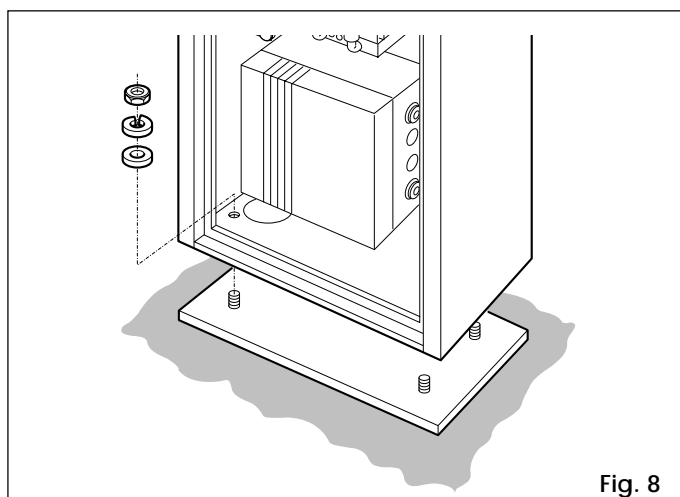

Fig. 8
- 1) Fissare il montante sulla piastra di fondazione tramite i quattro dadi in dotazione come da fig.8. Considerare che lo sportello del montante deve normalmente essere rivolto verso l'interno della proprietà.